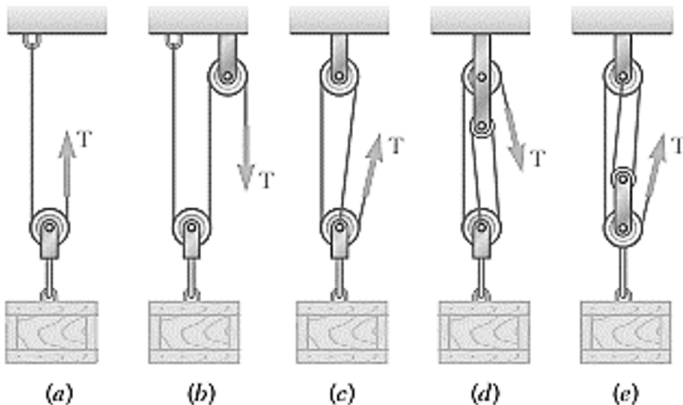

Figura 43
54. Una carga de 600 libras es soportada por el sistema de poleas y cables mostrado en cada una de las figuras. Determine para cada arreglo la tensión de la cuerda T . (Figura 43)